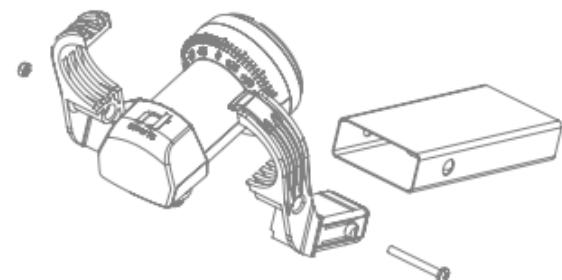

Fig. 1
- Umieść konwerter w uchwycie antenowym. Zamknij uchwyt i dokręć lekko wkręt obejmę, tak aby móc obracać konwerterem (Fig. 1).